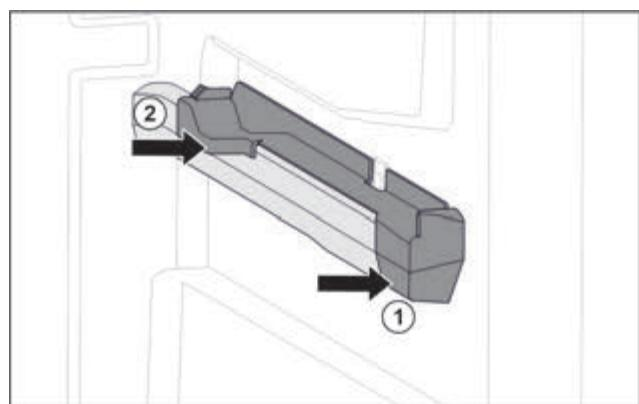

Fig. 85 Вставна частина на правому ребрі для резервуару
- Одягти вставну частину вперед на ребро резервуару. Fig. 85 (1)
- Притиснути вставну частину позаду. Fig. 85 (2)